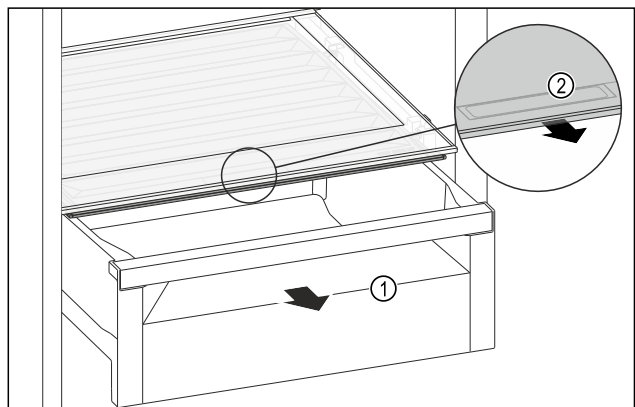

Fig. 159
- ▶ Извлеките выдвижной ящик Fig. 159 (1).
- ▶ Возьмитесь за утопленную ручку Fig. 159 (2) на крышке отделения и одновременно потяните крышку отделения вперед.